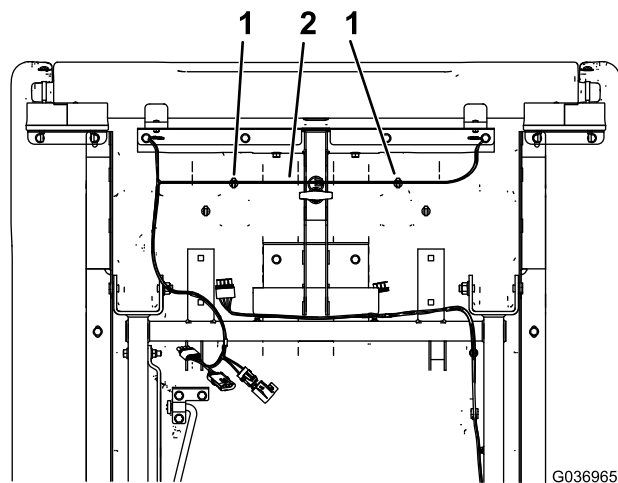

Рисунок 6
3. Закрепите жгут проводов вставными держателями под грузовым кузовом, используя кабельные стяжки на держателях (Рисунок 6).